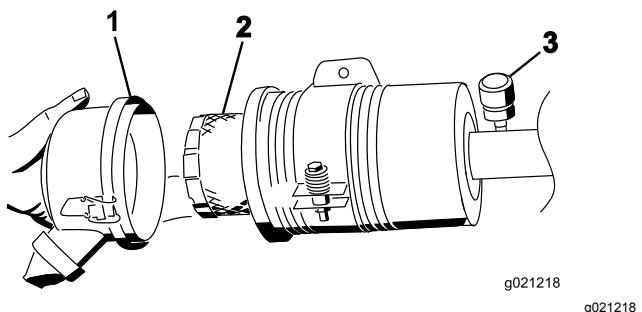

Figura 54
- Retire e substitua o filtro (Figura 54).